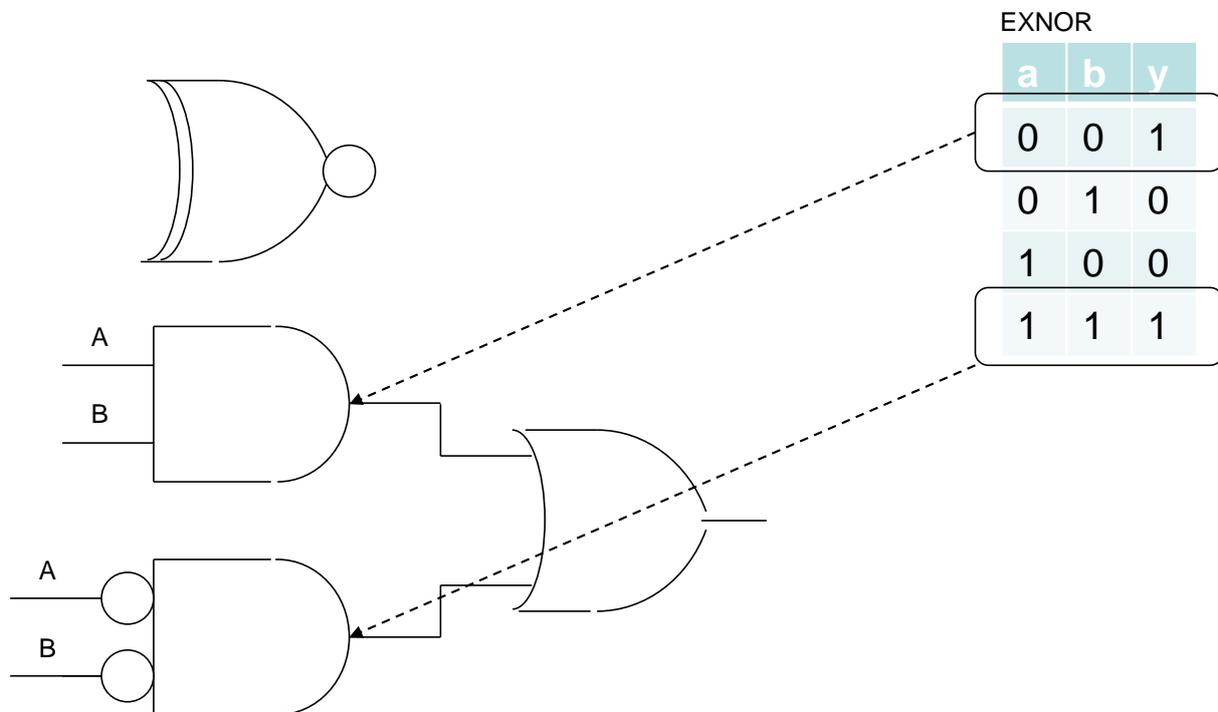

Abbildung 9: EXNOR als DNF
EXNOR kann als DNF mit (N)AND, (N)OR und Inverter realisiert werden (Abbildung 9).